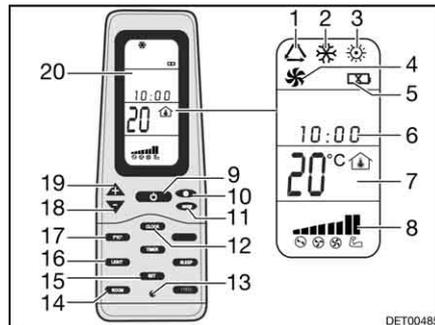

Fig. 189 Mando a distancia
- Pulsar la tecla ON/OFF (Fig. 189,9).
- Pulsar la tecla "Mode" (Fig. 189,11) las veces que sean necesarias hasta que se visualice el modo de funcionamiento deseado (Fig. 189,1, 2, 3 ó 4) en el display (Fig. 189,20).
- Ajustar la temperatura deseada con las teclas "+" (Fig. 189,19) y "-" (Fig. 189,18).
- Seleccionar la etapa deseada del ventilador con la tecla Velocidad del ventilador (Fig. 189,10).
*Desconectar:* ■ Pulsar la tecla ON/OFF (Fig. 189,9).